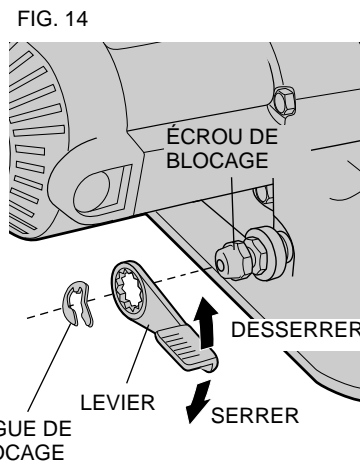

FIG. 14
4. Réinstaller le levier et insérer la bague de blocage en plaçant le côté concave contre le levier pour le retenir en place (fig. 14).